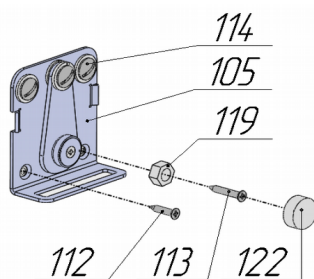

Рис.14.1 Закрепление при установке механизма на ЛЕВОМ щите короба
В случае, если поверхность щита декоративного поз.40 в закрытом (НАЖАТОМ ДО ЩЕЛЧКА МЕХАНИЗМА) вертикальном положении совпадает с кромками боковин поз.41,42 (рис.1.2), регулировка механизма не требуется. Можно провести его окончательное закрепление саморезами поз.112 и 113, подложив под саморез поз.113 гайку поз.119 (рис.14.1, 14.2). Надеть на гайку колпачок поз.122. В зависимости от стороны, с которой установлен механизм фиксации поз.105, саморезы расположить в соответствии с рисунками 14.1 или 14.2.
18. При необходимости регулировки фиксированного положения, расслабить винты поз.114 (рис.14.1 и 14.2). Сместить в нужном направлении механизм фиксации поз.105. Затянуть винты поз.114. Повторить поднятие рамы и закрывание. После окончания регулировки закрутить саморезы поз. 112 и поз.113, подложив под саморез поз.113 гайку в соответствии с рисунками 14.1 или 14.2. Надеть на гайку поз.119 колпачок поз.122 (рис.14.1 или 14.2).